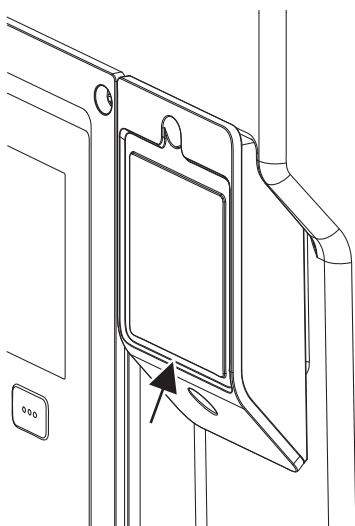

Fig. 28: Afdækning til Wilo-Smart Connect modul BT
1. Løsn skruen på Wilo-Smart Connect-modulafdækningen (Fig. 28), og åbn afdækningen.
På grund af konstruktionen kan Wilo-Smart Connect modul BT kun sættes på i en bestemt retning. Der skal ikke ske nogen yderligere fiksering af selve modulet. Wilo-Smart Connect-modulafdækningen (Fig. 28) på elektronikmodulets overdel holder modulet fast i grænsefladen.